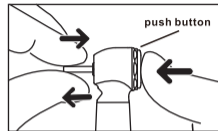

Fig. 6
- 1) Sett borret inn til den sitter riktig på plass (fig.6).